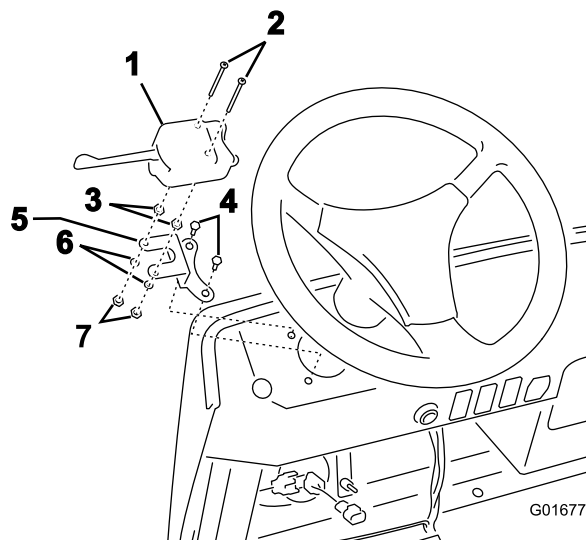

図 2
2. シグナルコントローラについているねじ (2 本) を取り外し、代わりに、付属部品の中にある長いねじを取り付ける (図 2)。